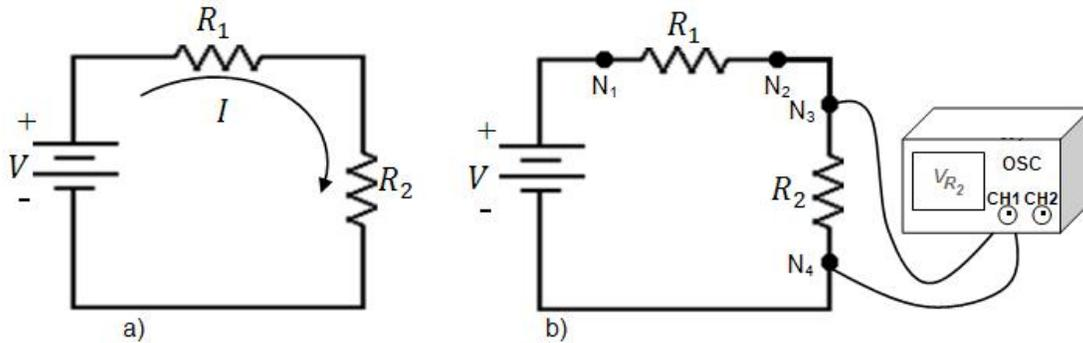

Figura 5.1. Circuito resistivo serie
b).- En segundo caso se analiza el funcionamiento del circuito resistivo serie con elementos cuyos valores demandan la corriente máxima de la fuente de dc. Construya el circuito de la figura 5.1, con  $V= 20$  volts, seleccione las resistencias que estén dentro del rango siguiente  $500\Omega \leq R_1 + R_2 \leq 1600\Omega$ . Antes de construir el circuito calcule la potencia de las resistencias (llene la tabla 4.2), para seleccionar los elementos de la potencia adecuada. Mida el voltaje y corriente en cada resistencia del circuito. Llene la tabla 5.2
c).- En el tercer caso se analiza el funcionamiento del circuito resistivo serie con elementos cuyos valores son de  $1M\Omega$  o mayores. Construya el circuito de la figura 5.1, con  $V=20$  volts y seleccione las resistencias cuyo valor sea  $\geq 1M\Omega$ . Antes de construir el circuito calcule la potencia de las resistencias (llene la tabla 5.3), para seleccionar los elementos de la potencia adecuada. Mida el voltaje y corriente en cada resistencia del circuito. Llene la tabla 5.3